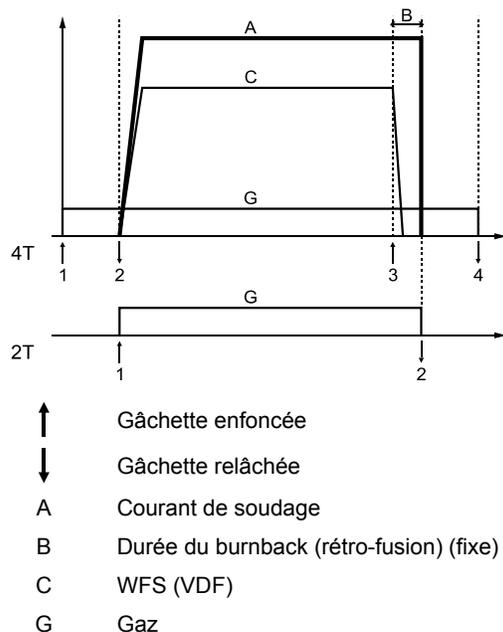

Figure 4.
14. Interrupteur Mode Pistolet : permet la sélection du mode pistolet 2 ou 4 temps. La fonctionnalité du mode 2T/4T est illustrée à la Figure 4.